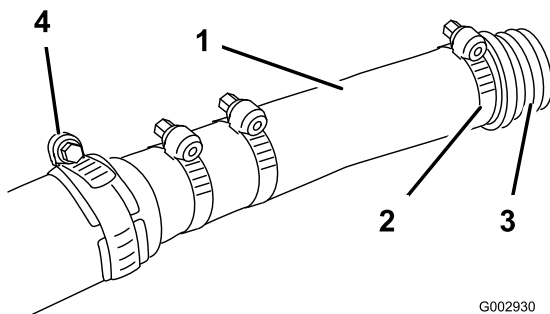

Figure 11
- Enfilez un grand collier (retiré à l'étape 2) sur le flexible et engagez le raccord à fond dans le flexible. Fixez-le avec le collier (Figure 11).